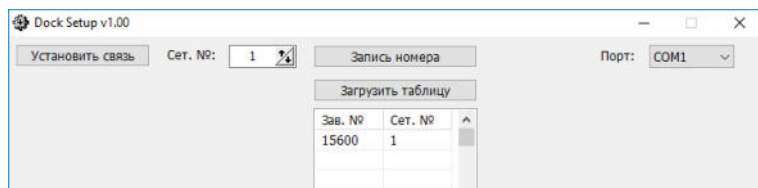

Рис.10. Окно программы snsetup.exe при записи сетевого номера преобразователя по его «заводскому» номеру.
- запишите в первый столбец таблицы заводской номер измерительного преобразователя, а во второй - требуемый сетевой номер (рис.10) и нажмите кнопку «Запись номера».